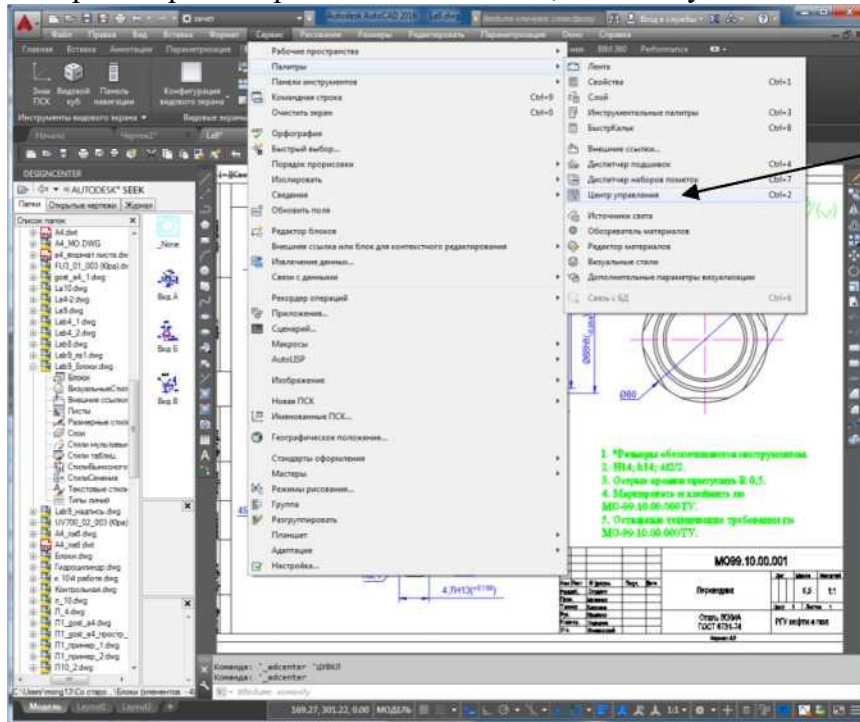

Рис. 9.
11. Вставьте в свой чертеж выносные элементы которые находятся в файле "Баb9_Блоки". Для этого удобно использовать Центр управления (рис. 9). Загрузку Центра управления осуществите либо с помощью комбинации клавиш Ctrl-2, либо из меню *Сервис^Центр*